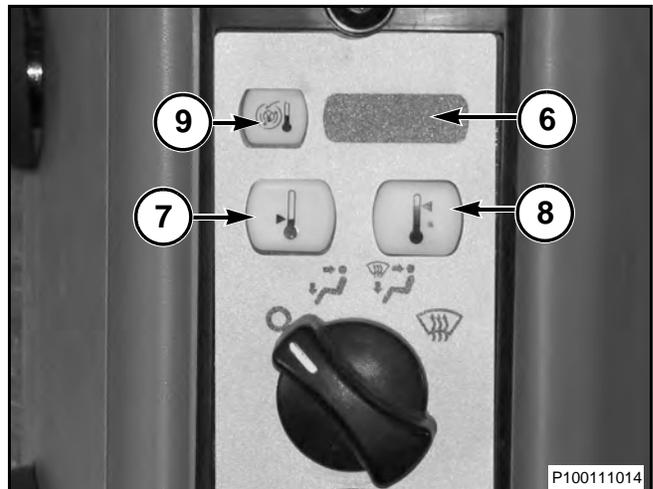

FIG. 40
FIG. 40: La pantalla de botones de temperatura exterior (9) muestra la temperatura exterior. La pantalla LED (9) muestra la temperatura mientras se mantiene presionado el botón. La temperatura se muestra durante cinco segundos después de que se suelta el botón.